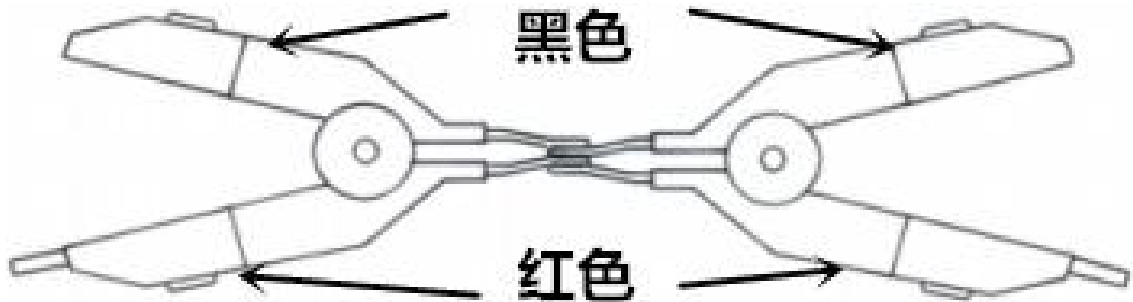

图4-1 测试端短路方法
- 2、将测试线夹子短路时，应将测试夹具的红色端夹红色端，黑色端夹黑色端；此时 LCD 屏显示的底数应接近于 0。若测试线夹子接反，测试线数据将变化很大，此时再将测试夹反接，即可获得正确的底数。此时把清零功能打“开”，仪器即开始全量程自动清零。（注：清零过程需 3 秒左右，等待全量程清完后清零方才结束）；如“图 4-1”为正确的清零测试夹具短路方法。